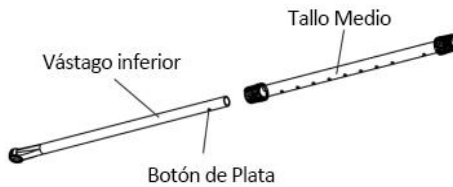

Figura 3
2. Aflojar LOCK NUT del vástago mediano, presionar el botón plata del vástago inferior, insertar en el vástago mediano(ver figura 3)